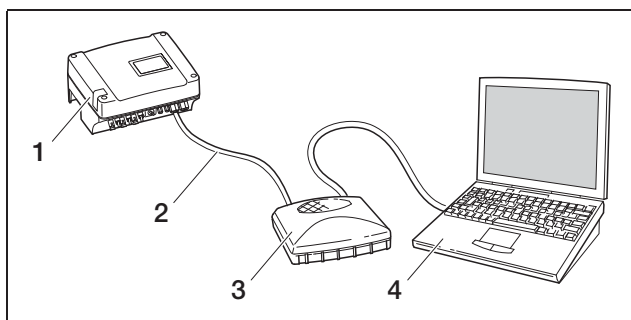

Abbildung 40: Wechselrichter und Computer mit Ethernetkabeln und Switch verbinden
- b) über ein lokales Netzwerk (Switch und Ethernetkabel, siehe Abbildung 40) verbinden.